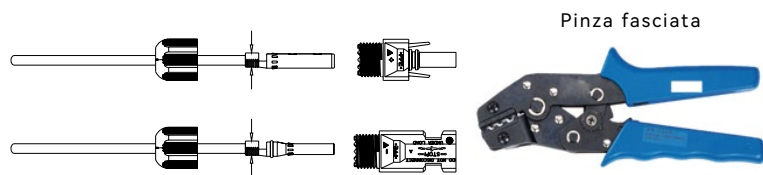

Figura 5-7
4) Inserire il cavo a corrente continua attraverso il dado di raccordo a corrente continua nel terminale metallico e premere il terminale con un pinza di aggraffatura professionale (ritirare il cavo con una certa potenza per verificare se il terminale è ben collegato al cavo), come mostrato nella figura 5-7: